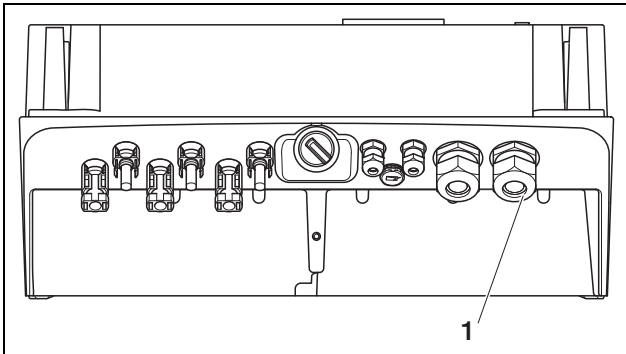

Abbildung 10: Anschlüsse am Gehäuse (die Anzahl der nutzbaren Eingänge ist modellabhängig)
- Drehen Sie die Kabelverschraubung für die Netzzuleitung auf (1 in Abbildung 10).